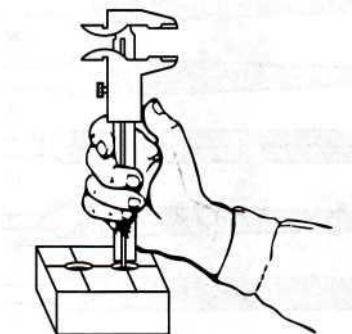

Рис. 1.9
22. Укажите, какая операция представлена на рис. 1.9: